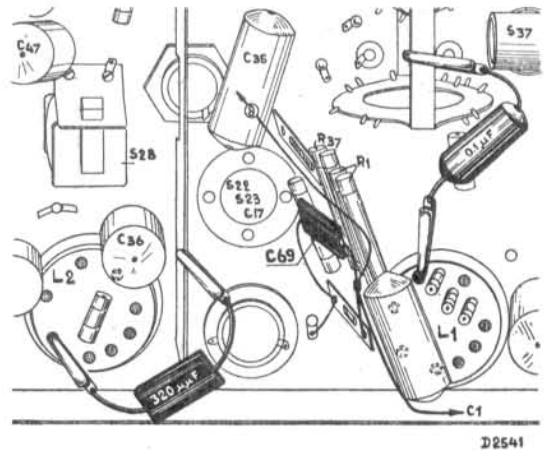

Fig. 5
10. Derde kring verstemmen met een condensator van 320 $\mu\mu\text{F}$ tusschen de anode van L2 en chassis (fig. 5); C35 en C37 kortsluiten.
4. Eerste rooster van L1 aarden met condensator van $0,1 \mu\text{F}$ (zie fig. 5).